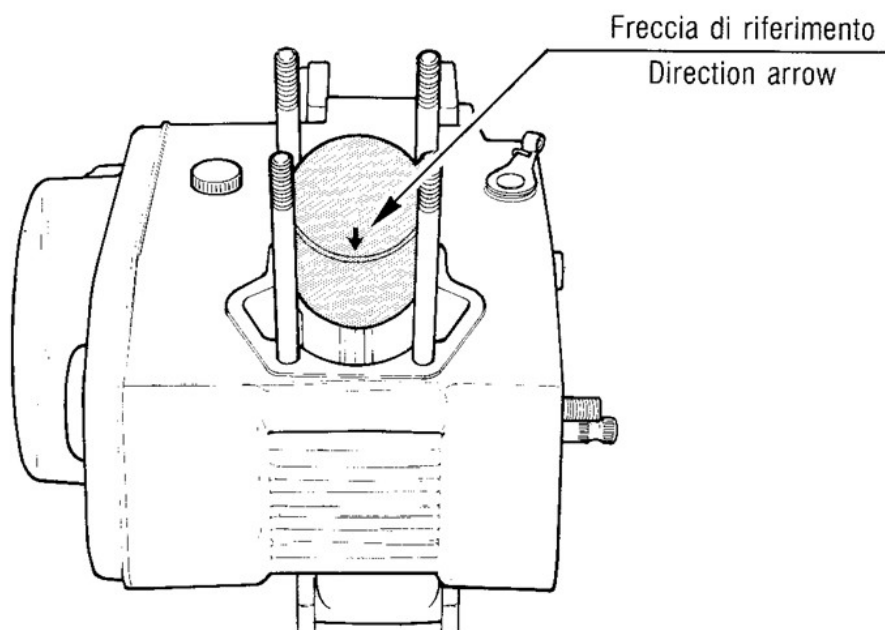

FIG. 52 Montaggio pistone
- 20) **VERIFICARE** prima del montaggio il buono stato della gabbietta sullo spinotto e dei suoi rulli. Montare quindi il pistone assicurandosi che la freccia marcata sul cielo del pistone sia rivolta verso lo scarico (fig. 52) quindi lo spinotto e relativi anelli di fermo avendo l'avvertenza che non cadano dentro al carter.